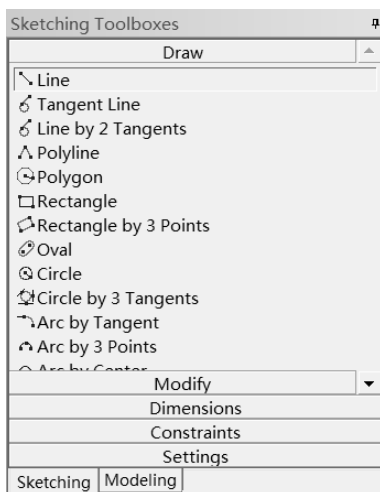

图 5-38 草绘工具箱
Step3：在 Tree Outline 下面单击 Sketching 按钮，此时，会出现如图 5-38 所示的 Sketching Toolboxes（草绘工具箱），草绘所有命令都在 Sketching Toolboxes（草绘工具箱）中。